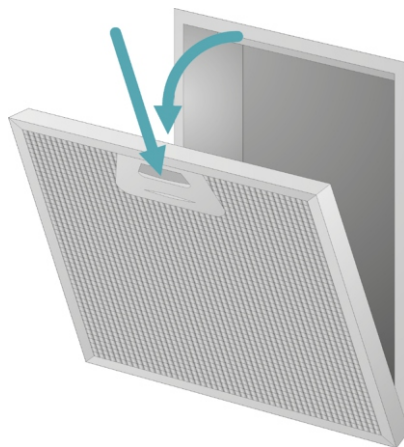

Рис. 12 Снятие алюминиевого жировоулавливающего фильтра
1. Нажмите на защелки на жировоулавливаемом фильтре и снимите фильтр. (Рис. 12)